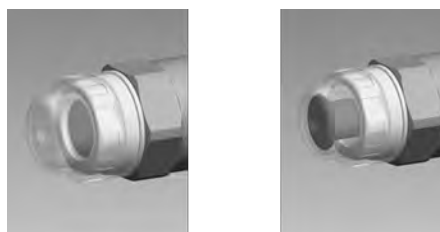

Fig. 9 : Capteur visuel de rupture de la membrane, non déclenché et déclenché
En cas de capteurs de rupture **visuels**, le cylindre rouge (6) noyé est éjecté vers l'avant sous le couvercle transparent (7) afin qu'il devienne alors clairement visible lors d'une rupture de membrane - voir Fig. 9 .